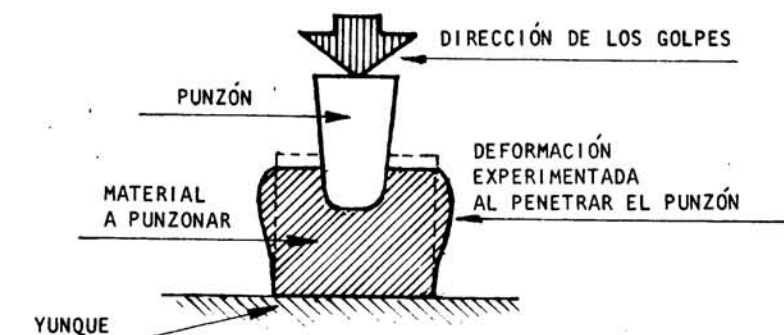

Fig. 2
- c Disponga que el ayudante golpee sobre el punzón, hasta lograr una penetración de unos 3 a 5 mm (fig. 2).